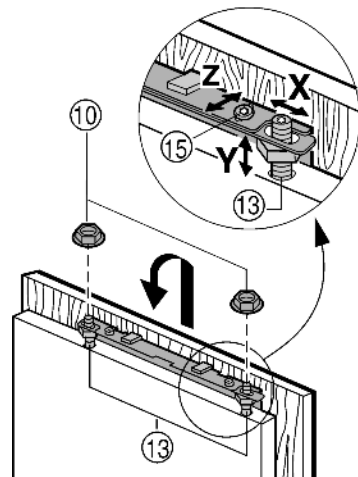

Fig. 15
- ▶ Ajuster la porte du placard à hauteur de Y et en l'inclinant sur le côté : régler les boulons d'ajustement Fig. 15 (13) à l'aide d'un tournevis.
- ▶ Serrer les contre-écrous Fig. 15 (10).